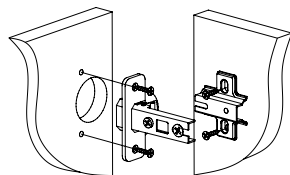

Рис.3
2. Установите петли на дверь 9, а ответные планки петель на боковину 3 (Рис. 3).